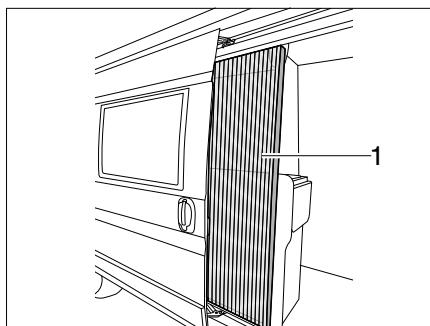

Bild 21 Insektenschutz
- Schließen:** ■ Insektenschutz an der Leiste (Bild 21,1) ganz herausziehen.
- Öffnen:** ■ Insektenschutz an der Leiste (Bild 21,1) in Ausgangsstellung zurückschieben.